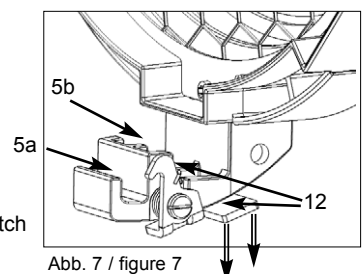

Abb. 7 / figure 7
- Bei Modellen mit optionaler zweiter Torsicherung (12, Abb. 7), diese zuerst öffnen, Zubehör, wie z.B. Flügeltor, in vorderen Einschub (5a) einsetzen und anschließend zweite Torsicherung wieder loslassen. Bei allen anderen Modellen - Zubehör einfach in die Halteklau (5a, Abb. 7) einsetzen.
- Der hintere Einschub (5b, Abb. 7) der Halteklauen dient zur Aufnahme von Filterrahmen oder Scrims (bei D5 nur einfacher Einschub).
- For models with optional barndoor catch (12, figure 7), open the barndoor catch and insert accessories into front slot (5a), e.g. barndoor, and then release the catch. For all other models - simply insert the accessory into the bracket (5, figure 7).
- The rear slot (5b, figure 7) of the accessory bracket holds filter frames or scrims (D5: only one slot).